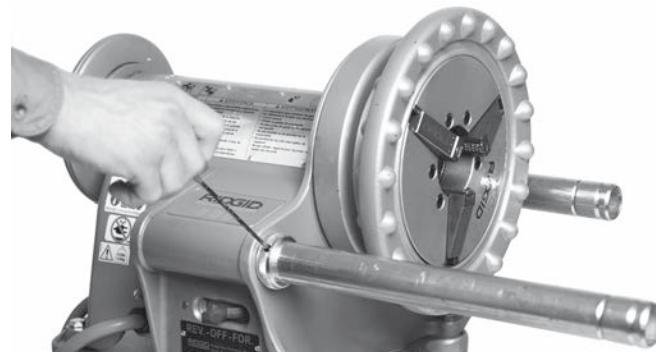

Abbildung 8 - Lage der Einstellschrauben
1. Klappen Sie die Stützstangen ganz nach vorne aus. Drücken Sie die Halteringe zurück, bis sie am Gehäuse des 300 Kraftantriebs anliegen. Ziehen Sie die Schrauben in den Halteringen mit einem $\frac{1}{8}$ " Sechskantschlüssel (Abbildung 8) an.